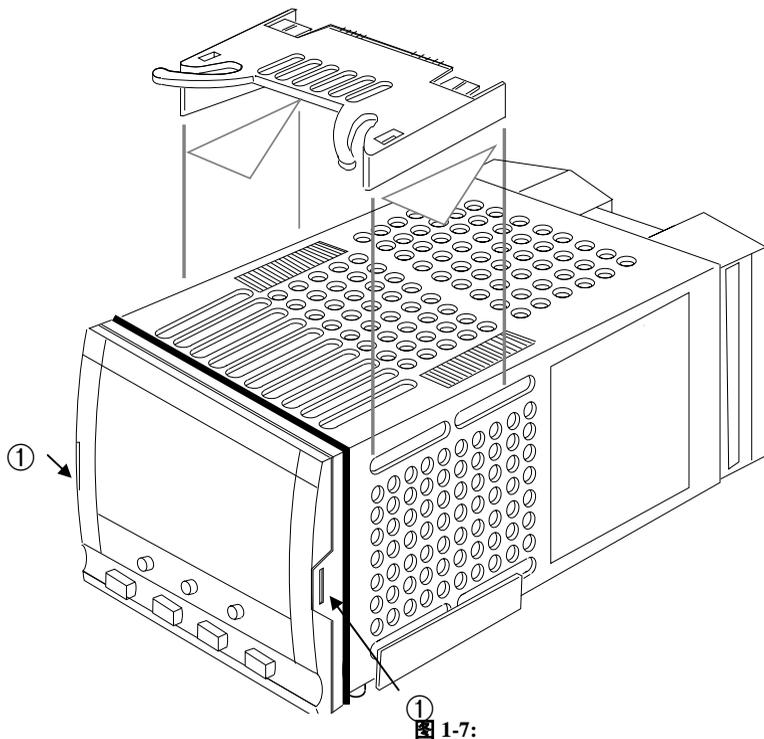

图 1-7:
1. 拨开两个锁耳 ① (图 1-7) 将表芯从表壳中抽出。不需要任何工具。